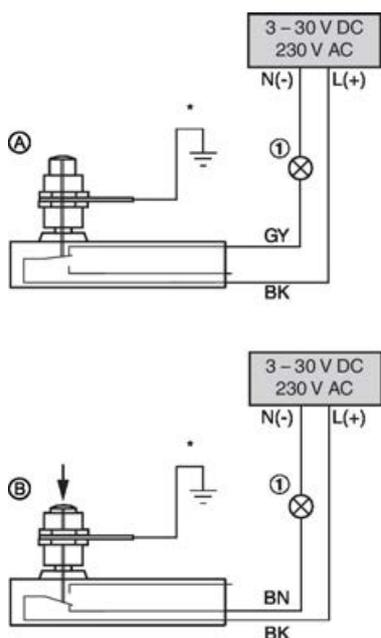

Fig. 12 : Exemple de câblage pour interrupteur de fin de course
- ① Voyant d'indication ou relais, fourni par d'autres * à 230 V
- Les interrupteurs de fin de course doivent être raccordés suivant l'exemple de câblage ci-contre. Fig. 12